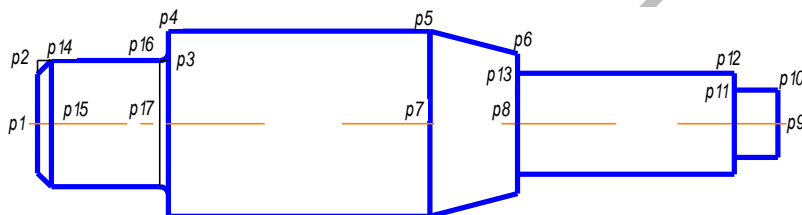

Рис. 24
3) Для построения отрезка $p1 - p2$ (рис. 24), с помощью глобальной привязки «**Ближайшая точка**» укажите точку $p1$. В «**Строке параметров**» в поле «**Длина отрезка**» введите значение 7,5; в поле «**Угол наклона**» - значение 90.